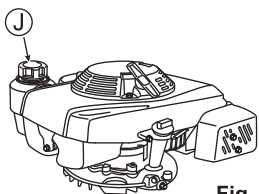

Fig. 9
1. Ouvrez le bouchon du réservoir à carburant (J) et ajoutez le carburant. Essuyez immédiatement avec un chiffon si de l'essence a coulé. (Voir Fig. 9)
2. Refermez bien le bouchon du réservoir à carburant (J) après ravitaillement.